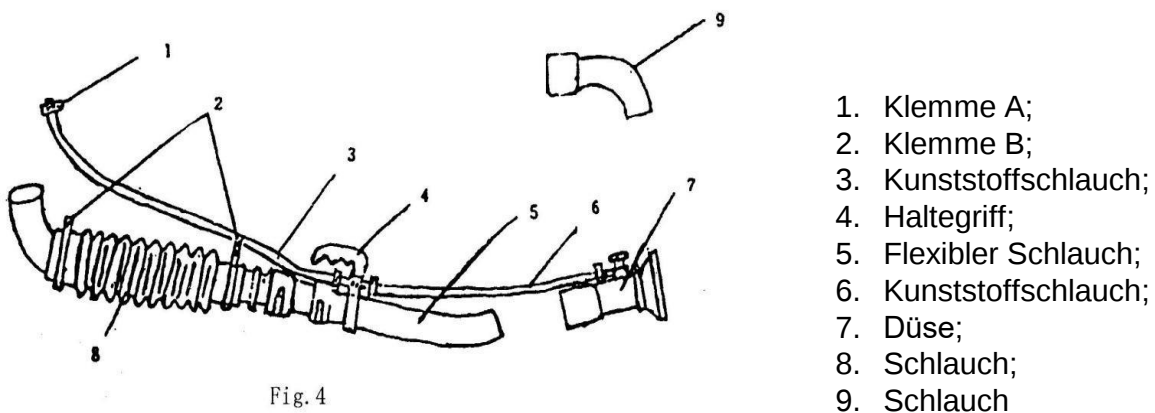

Fig. 4
1. Dichtungsring 2. Verbindungsstück 3. Druckmutter 4. Schließen Sie den Sprühschlauch gemäß Abbildung 4 an das Gerät an.